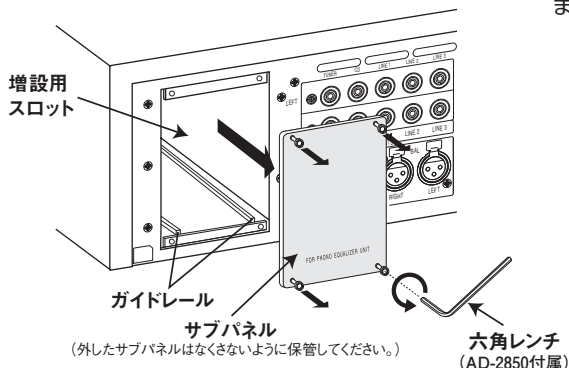

図1
- リアパネル側の増設用スロットのサブパネルをはずします。ネジ(4本)は、付属の六角レンチを使用(反時計回り)してはずします。(図1参照)はずしたサブパネルは使用しません。